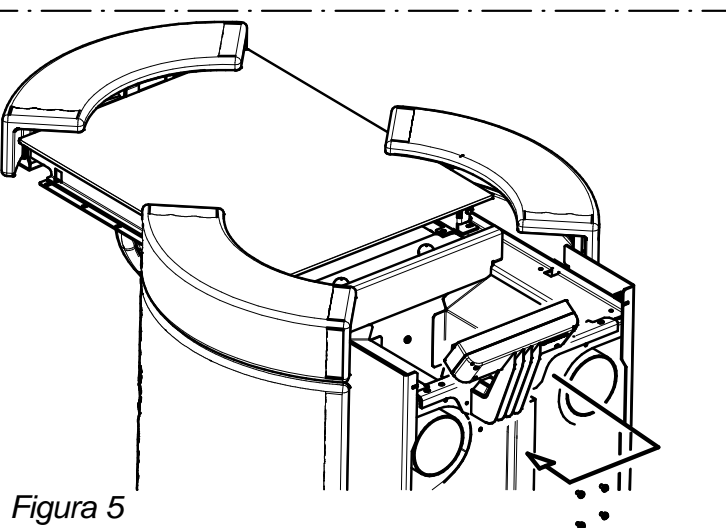

Figura 5
- In seguito procedere al montaggio della ceramica (3↑) e (4↑) seguendo le indicazioni della Figura 5 ovvero deformando leggermente i fermi fino a che la ceramica risulta essere ben solidale.
- In seguito procedere al montaggio del fianco metalcolor (3↑) seguendo le indicazioni della Figura 5 ovvero deformando leggermente i fermi fino a che il fianco metalcolor risulta essere ben solidale.
- Spostare il pannellino riavvitando poi le viti tolte in precedenza (Figura 5).